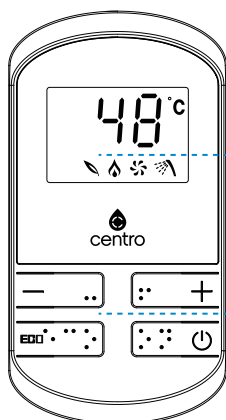

Fig. 1
- Presione el botón de encendido [I/O] para activar el aparato (Fig. 1).